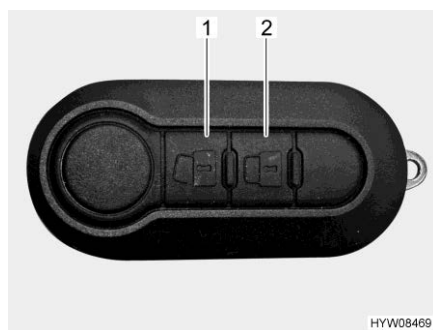

Fig. 48 Telecomando (chiusura centralizzata)
- Premere una volta brevemente il tasto  (Fig. 48,1). Le serrature sono sbloccate. Il bottone di sicurezza scatta automaticamente all'infuori.
- Premere una volta brevemente il tasto  (Fig. 48,2). Le serrature sono bloccate. Il blocco delle serrature viene segnalato tramite gli indicatori di direzione del veicolo.